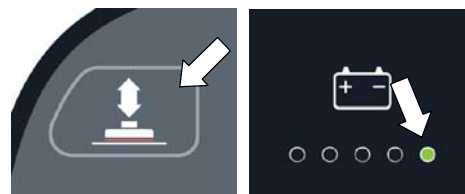

РИС. 133
2. Нажмите и удерживайте кнопку регулировки нажима, одновременно поворачивая ключ в положение ВКЛ. Отпустите кнопку, когда загорится крайний правый светодиод индикатора заряда аккумулятора (Рисунок 133).